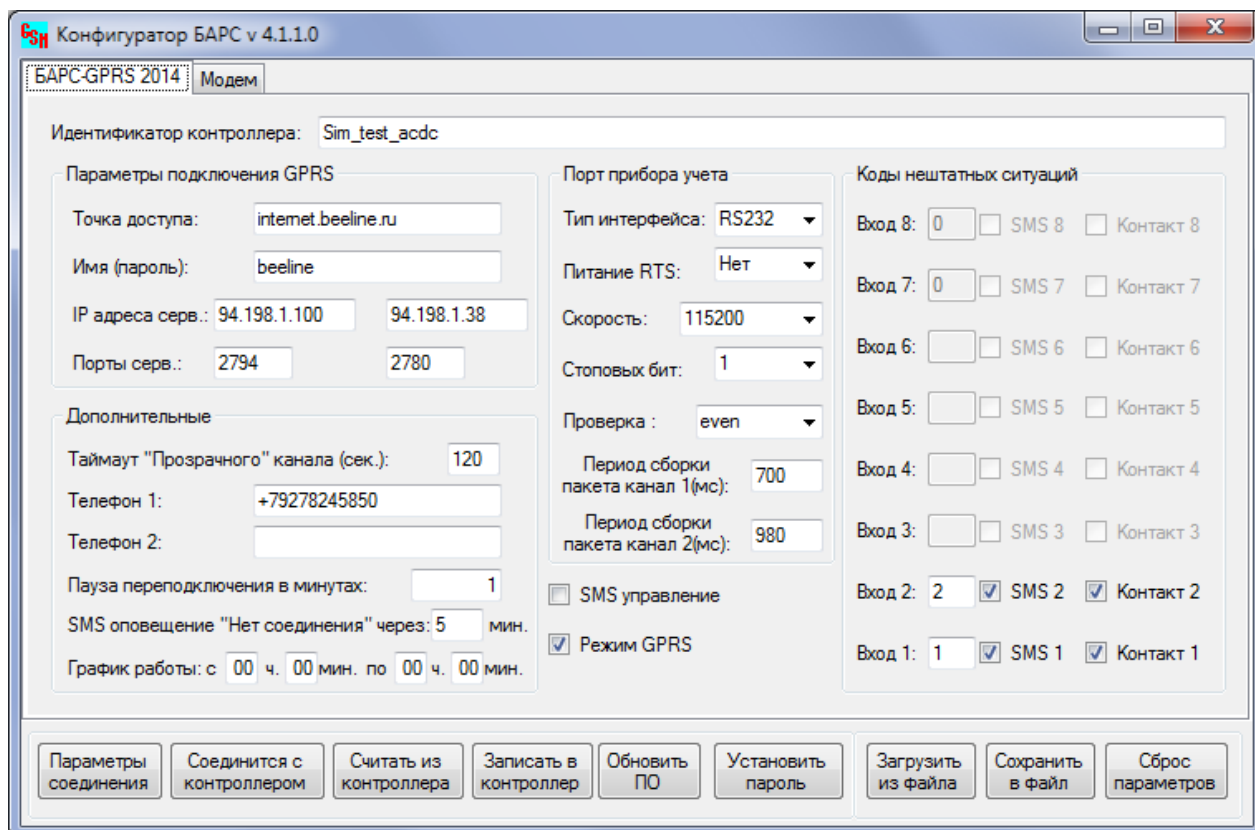

Рисунок 4 – Основное окно программы настройки для **БАРС-02-Р-1-П**
- Отключить режим GPRS (убрать галочку «Режим GPRS», рисунок 4);